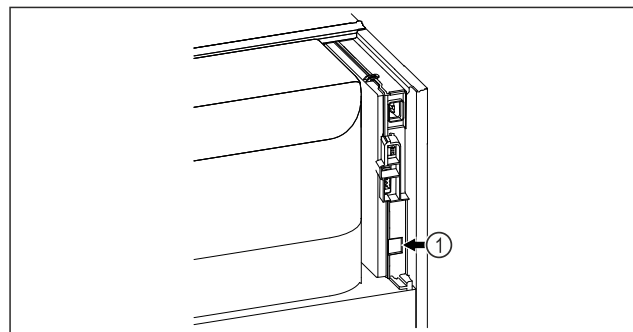

Fig. 73
- SmartModule Fig. 73 (1) ist eingesetzt.